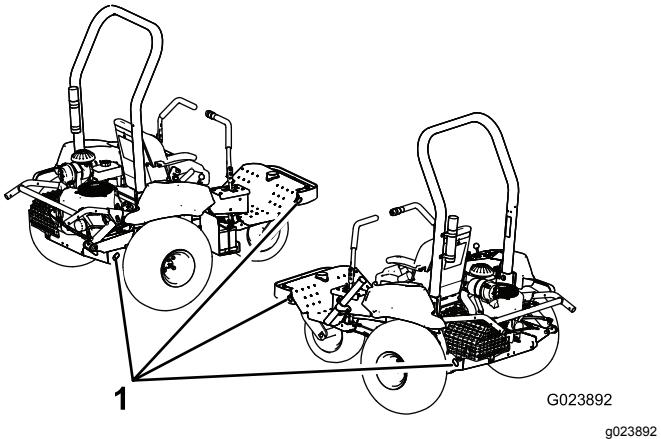

Bild 30
5. Befestigen Sie die Maschine an den Vergurtungsstellen (Bild 30) mit entsprechenden Riemens, Ketten, Kabel oder Seilen am Transportfahrzeug.